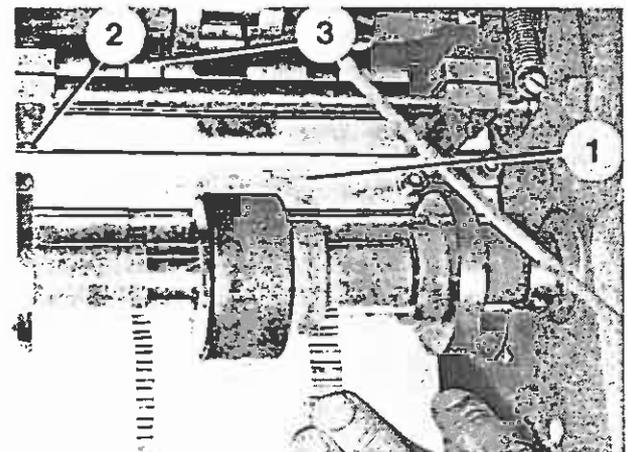

Bild 77
8. Bremse lüften und Maschine so lange am Handrad drehen, bis das obere Schneidmesser (Bild 77/2) die höchste Stellung erreicht hat.
9. Einwickler unter dem Niederhalter (Bild 77/1) hindurchschieben und in die Führungen (Bild 77/3) einführen.